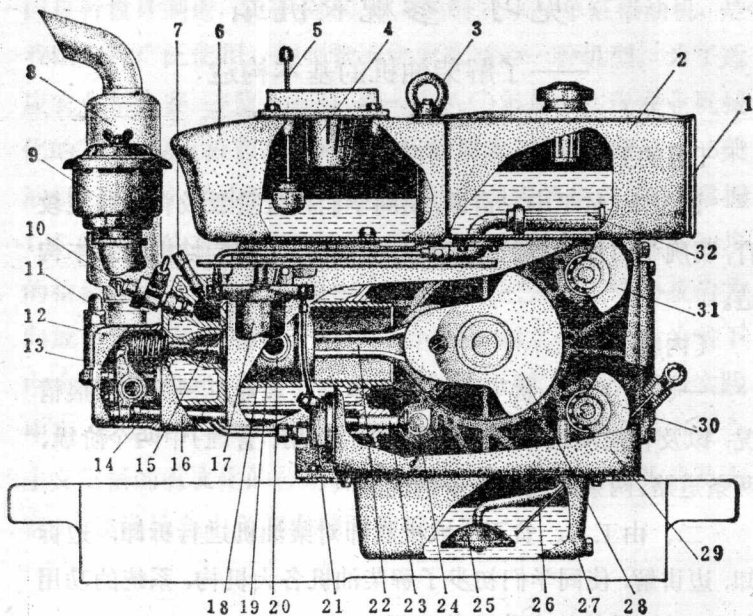

图1 S195型柴油机的构造
1. 柴油机的基本构造 195 柴油机①的基本构造可分为：曲柄连杆机构、配气机构、供给系统、润滑系统、冷却系统和起动装置。简称为：“一装置，二机构，三系统”。
2. 柴油机拆卸的注意事项和拆卸顺序 柴油机的构造比较复杂，部、零件很多(图1)。要学习柴油机的构造，首先
① 国产 195 柴油机有多种，目前以 S195 型和 X195 型产量最多。位于 195 前的汉语拼音字母 S 表示“双轴平衡”，而汉语拼音字母 X 则表示“新”。